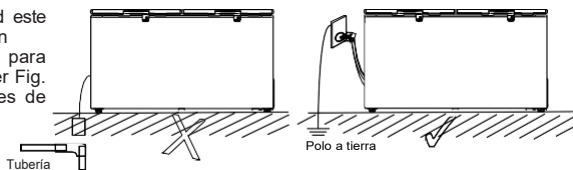

Fig. 5
- Como medida de seguridad este artefacto posee una clavija con 3 terminales, una de estas para conexión con polo a tierra (Ver Fig. 5). Verifique lo siguiente antes de conectar: